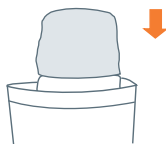

Fig. 12
Para aspirar en seco debe utilizar la bolsa azul (17). Monte la bolsa azul (17) en el portafiltro (21) y sobre éste coloque la bolsa azul (17). (Fig. 12).